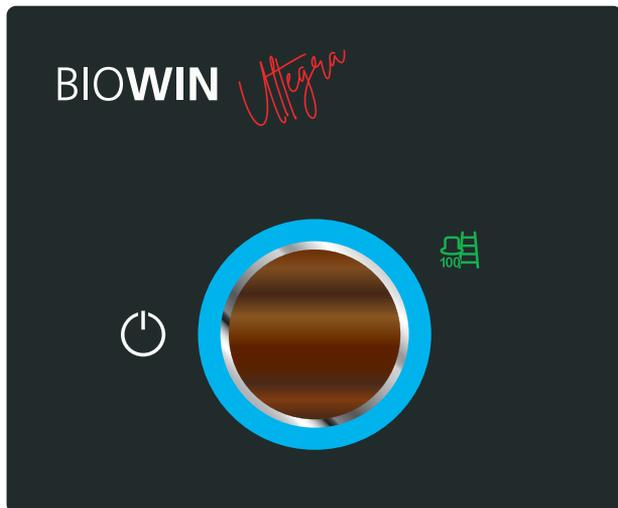
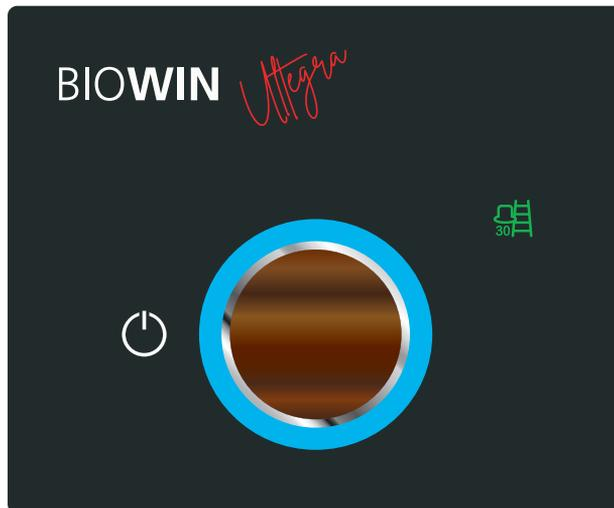

Fig. 20
Fig. 21
- ▶ Tourner le bouton myMagic sur le symbole Mode ramoneur 100 %  (Fig. 20) et maintenir enfoncé pendant env. 3 s le symbole Mode ramoneur 30 %  s'affiche – Fig. 21.